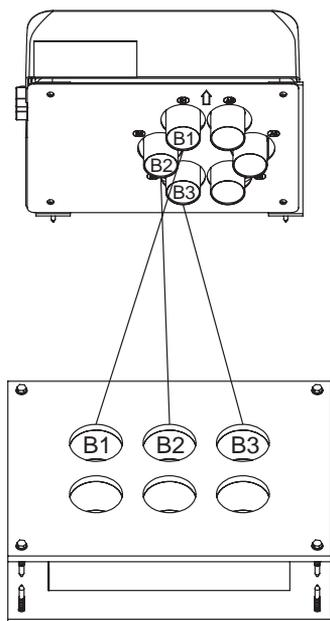
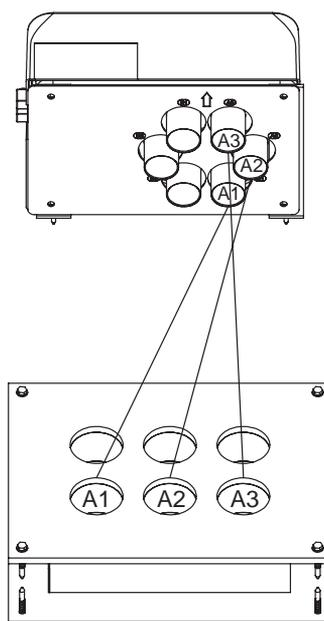

Fig. 40 Attaccare i tubi di ritorno aria da B1 a B3 all'unità di commutazione – vista da sotto
Fig. 41 Attaccare i tubi di alimentazione da A1 ad A3 all'unità di commutazione – vista da sotto
- ▶ Procedere alla stessa maniera per tutti I tubi di ritorno aria, B2 con B2, B3 con B3 etc. (Fig. 40) e poi alimentare tutti i tubi, A1 con A1, A2 con A2 etc. – Fig. 41.